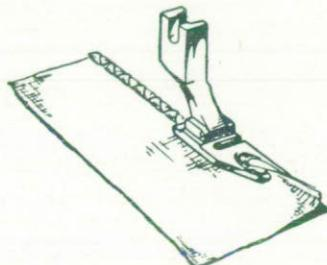

Fig. 41
b) NARROW ROLLED EDGES (Fig. 41)